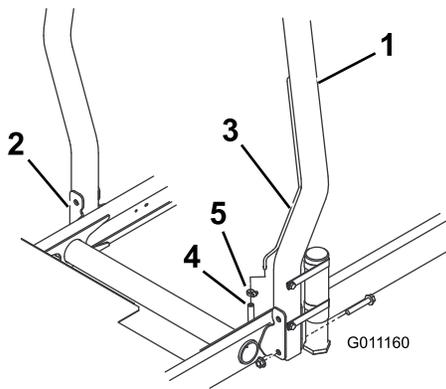

Figura 12
de ventilação no arco de segurança fica do lado esquerdo da máquina (Figura 12).
2. Fixe cada lado do arco de segurança aos suportes de montagem com 2 parafusos de cabeça flangeada e porcas de bloqueio (Figura 12). Aperte os fixadores com uma força de 81 N m.